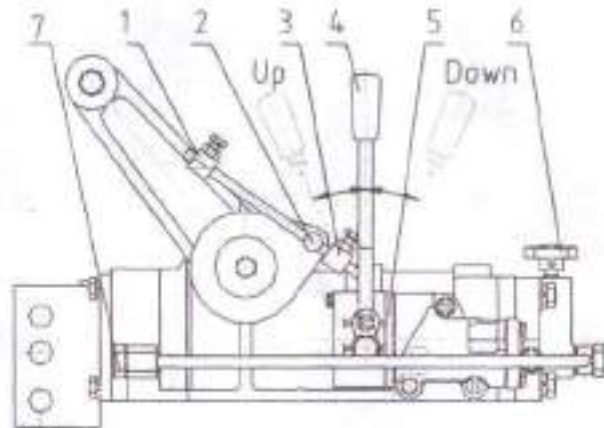

Рис. 3. Гидравлический подъемник.
Подъем и опускание сельскохозяйственного оборудования (Рис. 3). Переместите рычаг управления вперед - и присоединенное оборудование опустится. Установите блокиратор опускания в соответствующем положении таким образом, чтобы штепсель (2) соприкоснулся с блокиратором опускания (1), когда оборудование опущено на желаемое рабочее опущенное положение, потяните быстро назад ручку управления в нейтральное положение, чтобы оборудование осталось на желаемой рабочей высоте. Когда необходимо поднять оборудование, просто переместите рычаг (4) назад и оборудование будет подниматься до тех пор, пока штепсель (2) не соприкоснется с блокиратором подъема (3) и переместите рычаг в нейтральное положение. Различную высоту подъема можно достичь, если фиксатор подъема (3) закреплен в различных положениях. Если рабочую высоту необходимо достичь во время работы, необходимо немного переместить рычаг вперед-назад, чтобы достичь желаемого результата. Пожалуйста, запомните, что рычаг управления должен находиться в нейтральном положении сразу же после регулировки. Если необходимо